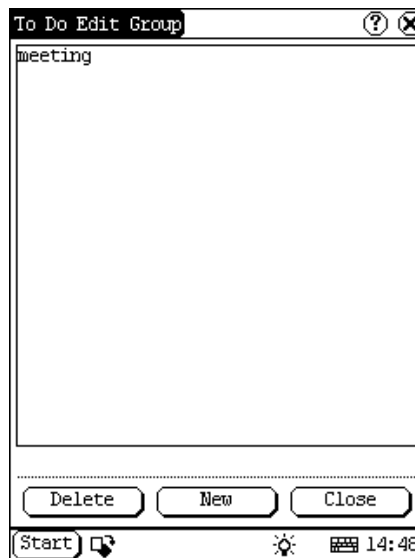

Рисунок 4-26
- 2) В списке типа выберите 'Edit Group', чтобы открыть интерфейс Edit Group. См рисунок 4-26.